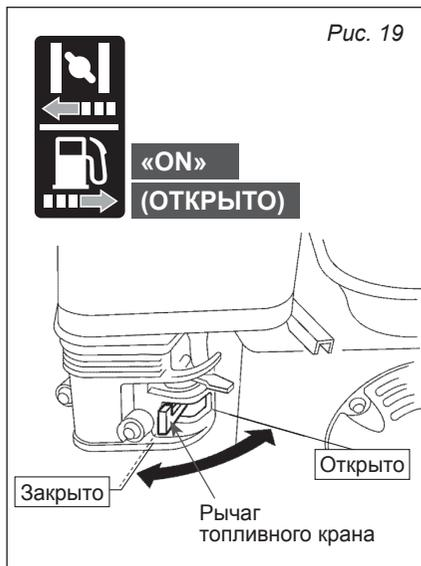

Рис. 19
Переместите топливный кран в положение «ОТКРЫТО» (ON) и убедитесь, что нет утечки топлива (рис. 19).